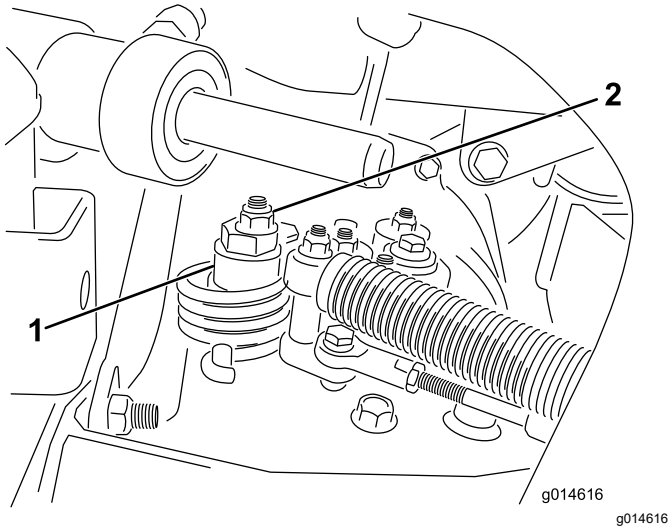

Figura 38
- A. Liberte a porca que fixa o disco excêntrico ao cima do hidróstato (Figura 38).
- C. Rode o disco excêntrico até eliminar a deslocação em qualquer um dos sentidos. Quando a roda deixar de rodar, aperte a porca, bloqueando deste modo o disco excêntrico e fixando a posição de ajuste (Figura 38). Verifique se o ajuste é o adequado colocando o acelerador nas posições LENTO e RÁPIDO.